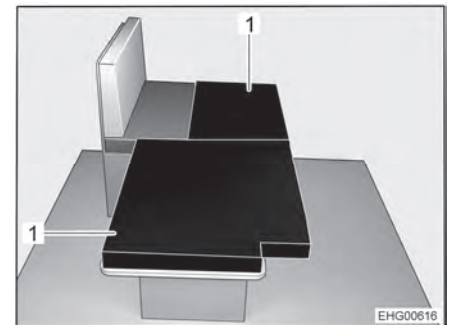

Bild 55 Nach dem Umbau
- Die beiden Zusatzpolster (Bild 55,1) wie abgebildet auf den abgesenkten Tisch legen.